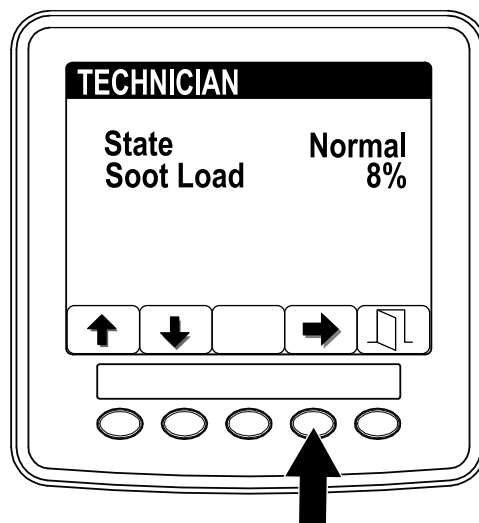

Figura 39
- Utilice la tabla de funcionamiento del DPF para consultar el estado actual del DPF (Figura 39).